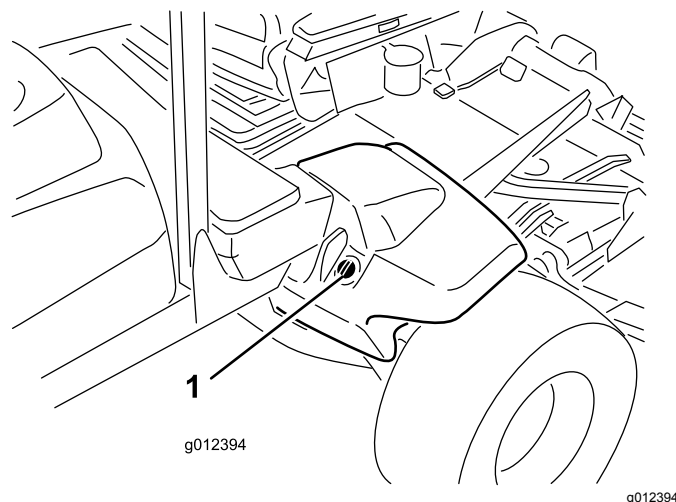

Рисунок 22
2. Очистите зону вокруг заливной горловины и крышки гидравлического бака (Рисунок 22).